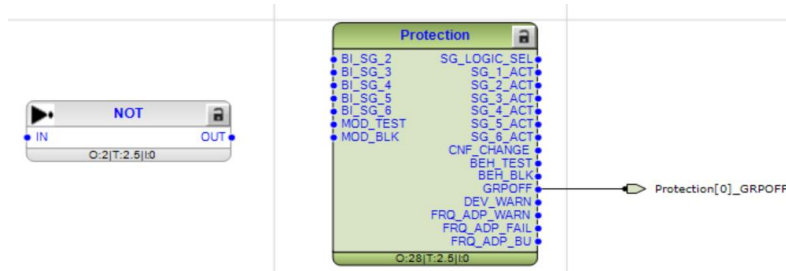

Imagen 350_Conexión de variable en el puerto de salida GRPOFF del bloque Protection.
5.1.36 De la salida del bloque de “Protection” añadiremos una variable en la salida dando clic derecho en “GRPOFF”, posteriormente seleccionamos “Connect - New Variable” teniendo así el bloque como observamos en **Imagen 350**.